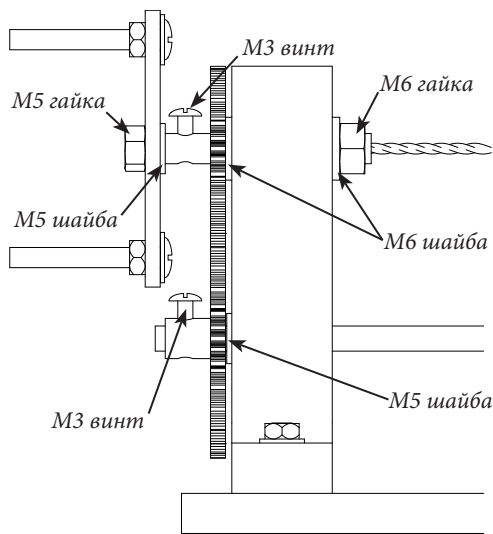

Рисунок 2.
1. Соберите ручки (6), используя винты М4×30 и гайки М4 (*рис. 2*).
2. Наденьте ручку (6) на тонкий конец главной оси, проложив ее шайбами М5, и зафиксируйте ее гайкой М5 (*рис. 2*).
5. Наденьте на оба конца передаточной оси (5) с внешней стороны щек (2) передаточные шестерни (4) (*рис. 2*).
6. Проследите, чтобы обе передаточные шестерни (4) зашли в зацепление с главными шестернями (3). Зафиксируйте их положение при помощи винтов М3 во втулках передаточных шестерней (*рис. 2*).
7. При необходимости и в зависимости от вида проводимых работ вставьте внутрь главных осей (3) штанги с крючком (7). Положение штанг можно зафиксировать при помощи винта М3 в главной оси (*рис. 2*).